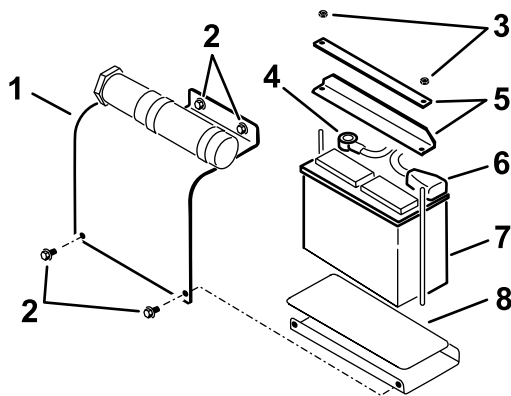

Bild 35
3. Entfernen Sie die Batterieabdeckung (Bild 35)
- Entfernen Sie die Muttern und Leisten, mit denen die Batterie befestigt ist (Bild 35).
- Klemmen Sie das Minuskabel (schwarz) vom Minuspol (-) ab (Bild 35).
- Klemmen Sie das Pluskabel (rot) vom Pluspol (+) ab (Bild 35).
- Bauen Sie die Batterie in die Fahrerstation ein Bild 35.
- Befestigen Sie die Batterie mit den vorher entfernten Leisten und Muttern wieder im Rahmen (Bild 35).
3. Schließen Sie das Pluskabel (Rot) der Batterie mit den vorher entfernten Befestigungen am Pluspol (+) der Batterie an (Bild 35).
5. Schließen Sie das Minuskabel (Schwarz) der Batterie mit den vorher entfernten Befestigungen am Minuspol (-) der Batterie an (Bild 35).
6. Bringen Sie die Batteriefachabdeckung wieder an (Bild 35).